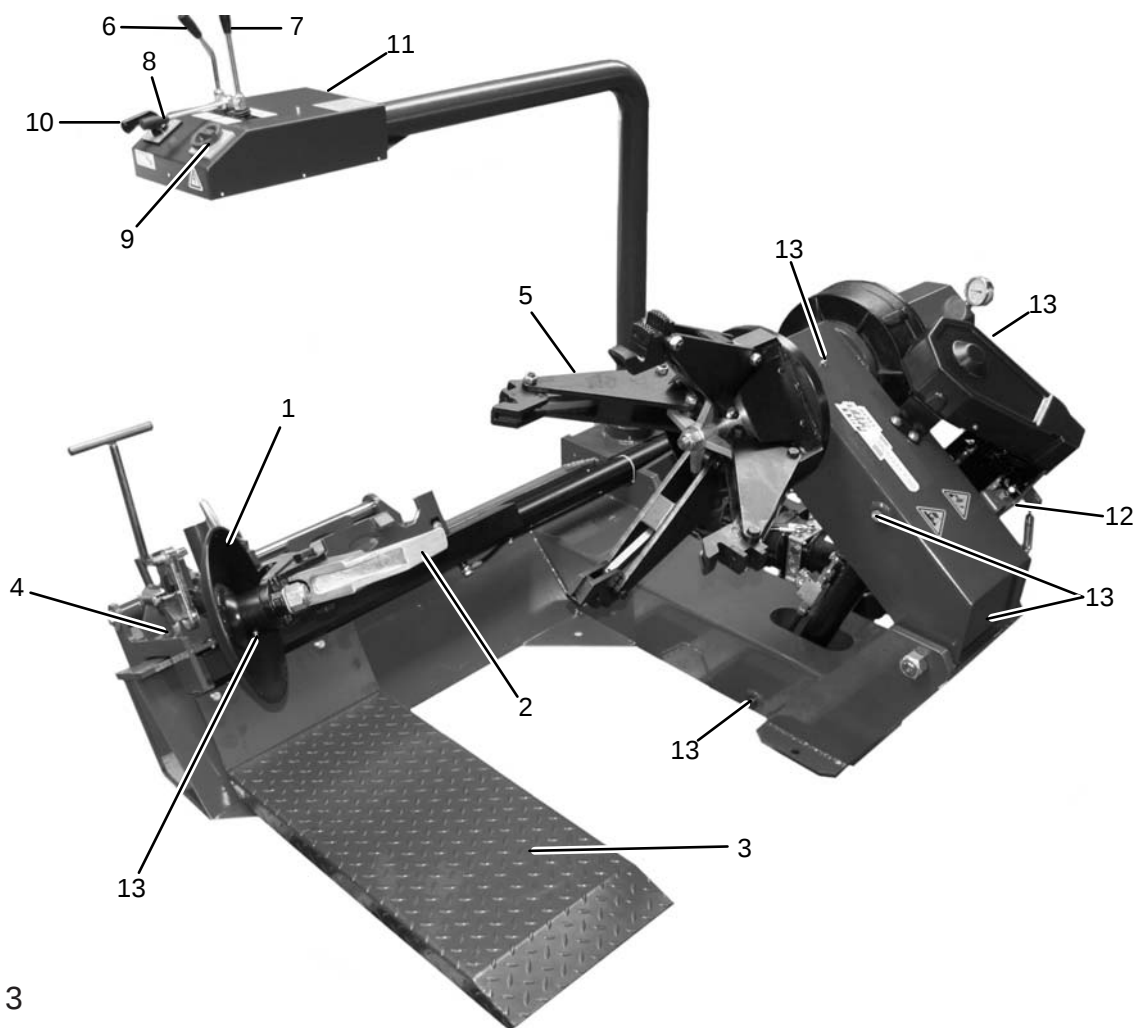

Abb.3/Fig 3
Arbeiten am Elektroanschluss dürfen nur von Elektro-Fachkräften durchgeführt werden. Hauptschalter (Pos. 9, Abb. 3) betätigen und sicherstellen, dass die Drehrichtung des Hydraulikmotors der Pfeilrichtung entspricht. Bei falscher Drehrichtung eine der drei Phasen umklemmen.
Any work on electric connections has to be carried out only by qualified electricians. Operate the main switch (pos. 9, fig. 3); make sure that the direction of rotation of the hydraulic motor corresponds to that indicated by the arrow. If the direction of rotation is not ok, change one of the three phases.
BESCHREIBUNG ZU ABBILDUNG 3
CAPTIONS TO FIG. 3
Schmiernippel (Pos. 13, Abb. 3) monatlich nachschmieren.
Grease the lubricating nipple (pos. 13, fig. 3) ever month.
1. Rad auf Rampe rollen und in die richtige Position bringen. Felge mit Hebel (Pos.6. Abb.3) aufspannen. Es ist unbedingt darauf zu achten, dass sich die kurze Felgenschulter und das Tiefbett auf der Außenseite der Maschine befinden.